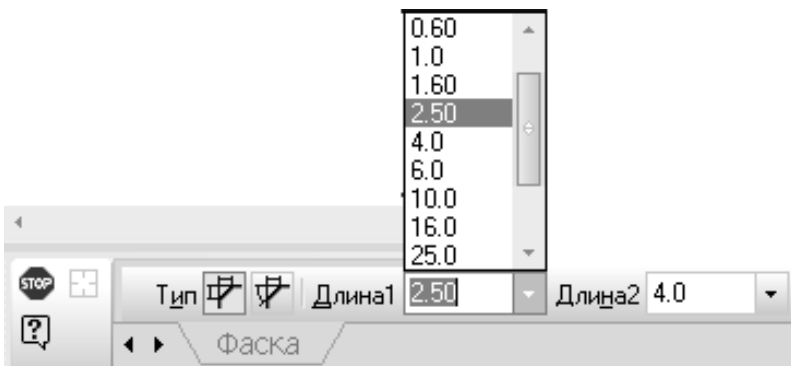

Рис.9
3) В поле «**Длина фаски на первом объекте**» введите или выберите значение 2,5 мм (рис.9), в поле «**Угол фаски**» - значение 45° .